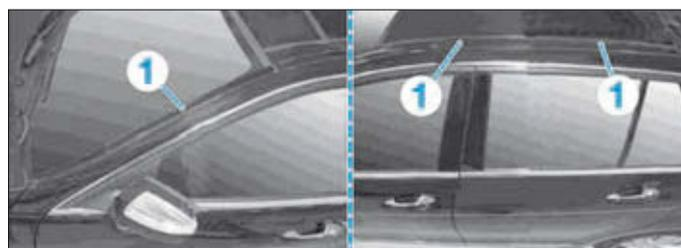

FIG. 63
- dégrafer les déflecteurs d'eau (1) (Fig.63).